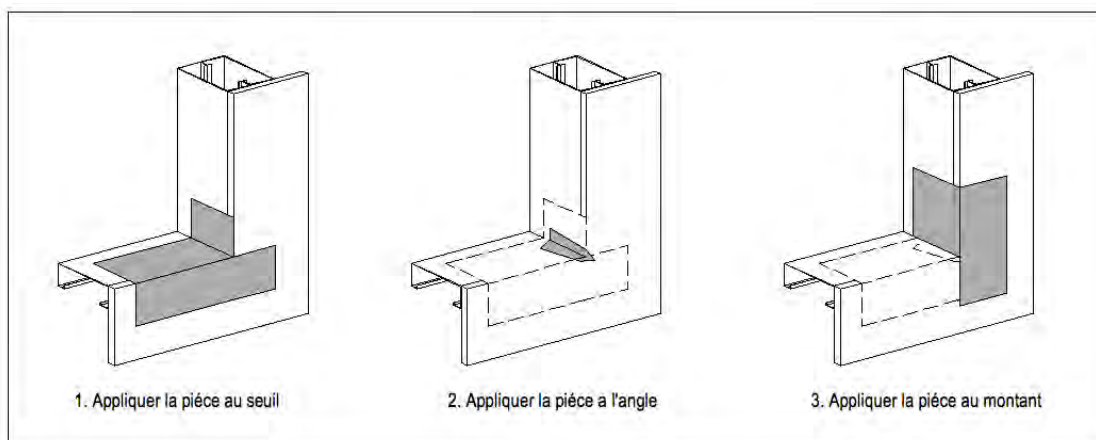

Figure 1
- 4.6.4.2.(1) Appliquer le ruban EIFS de Dryvit tel qu'illustré en détail à la figure 1 ci-dessous.